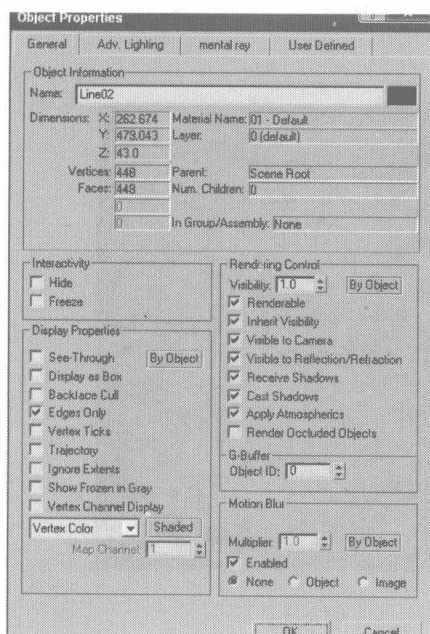

图 5.16
- 01 接下来制作前后面板。选择模型，单击右键，在弹出的快捷菜单中选择 **Object Properties...** 选项，弹出的对话框，设置如图 5.16 所示参数。单击右键，在弹出的快捷菜单中选择 **Freeze Selection** 选项，冻结所选模型，以方便下一步的制作。